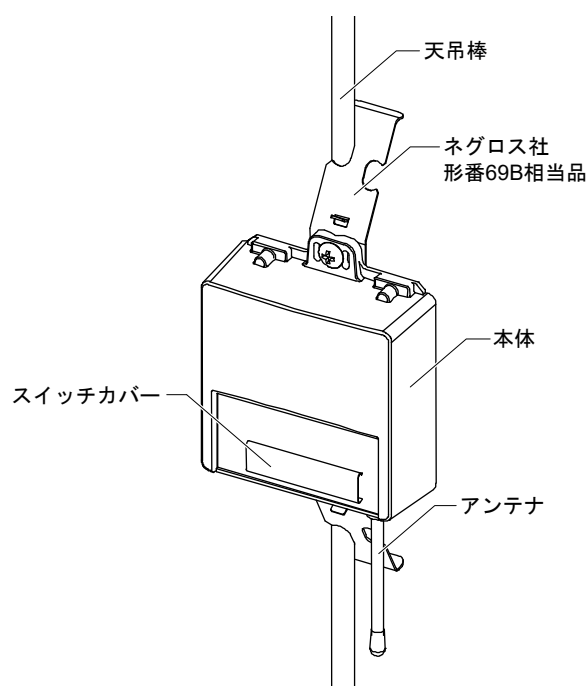

図10
(2) 天吊棒に金具取付 (図10参照)
① スイッチカバーを手前に引っ張ってはずし、周波数チャンネルとグループアドレスおよびUTアドレスを設定します。設定が終わったら、スイッチカバーを取り付けます。